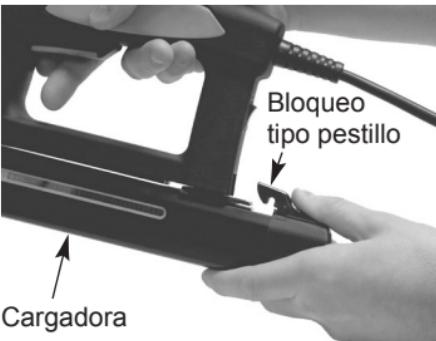

Figura 2
2. Presione el bloqueo tipo pestillo y deslice hacia atrás la cargadora hasta que esté completamente abierta (vea la Figura 2).